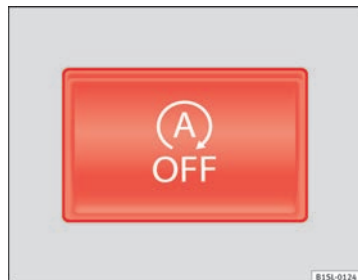

Fig. 101 Sur la console centrale supérieure : touche du système Start-Stop.
- Appuyez sur la touche  située sur la console centrale ⇒ fig. 101.